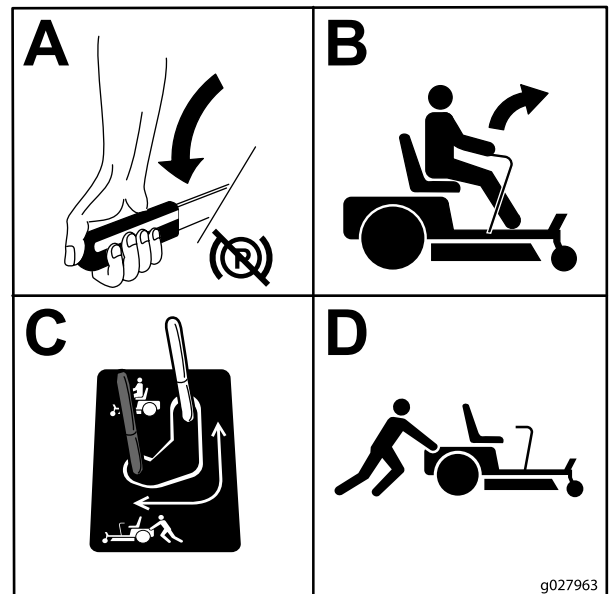

図 28
3. バイパスレバー2つともを後ろに引いてロック位置にセットすると機体を牽引できるようになる 図 28。
5. 牽引後にマシンを通常状態に戻すには、バイパスレバーを前進位置に戻す 図 28。